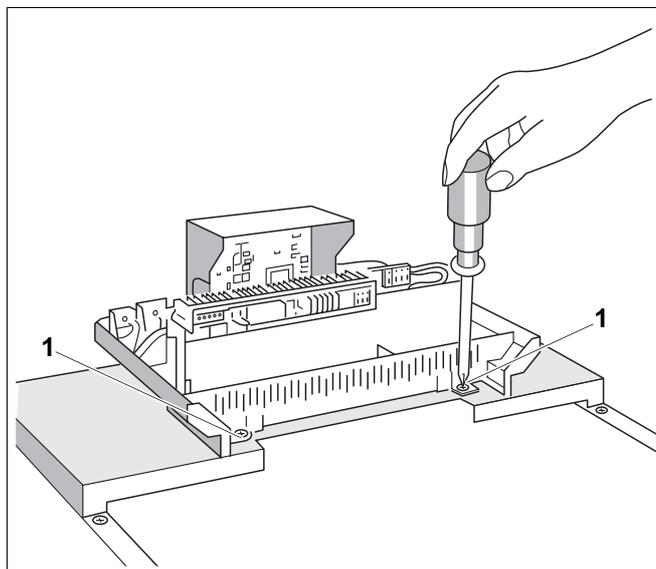

Abb. 11 Regelsystem Logamatic 2000 anschrauben
- Regelgerät hinten rechts und links im Kabeldurchgang mit zwei Schrauben (Abb. 11, **Pos. 1**) auf der vorderen Kesselhaube anschrauben (Abb. 11).